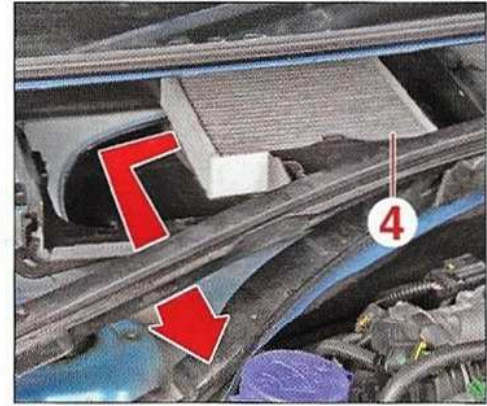

FIG.4
- Sortir le deuxième filtre (4) en le décalant latéralement puis en le tirant vers soi (Fig.4).